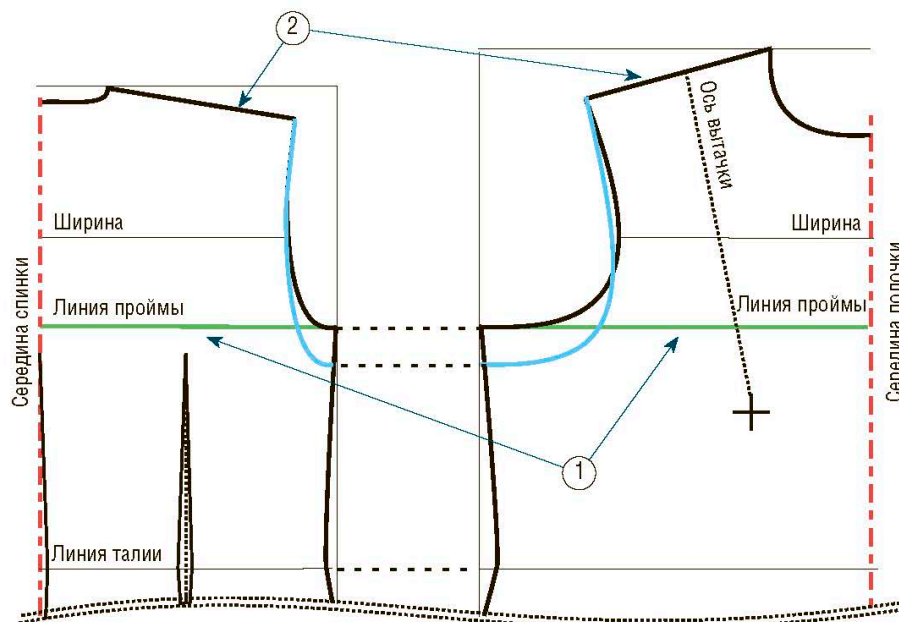

Рис. 1
① При создании выкройки на фигуру такого типа особенно важно точное соответствие всем меркам ширины. Принципы построения не меняются, то есть достаточно следовать указаниям на с. 37, обращая особое внимание на пункты 3 и 5 базовой инструкции по созданию выкройки. На приведенном ниже рис. 1 линии, отмеченные зеленым цветом, имеют первостепенное значение, потому что на базовой выкройке, построенной на основании стандартных размеров, разница по ширине между спинкой и полочкой составляет около 2 см и не зависит ни от размера, ни от методики, использованной для построения выкройки. В то же время при построении выкройки по индивидуальным меркам, особенно если речь идет о фигуре с очень большой грудью, различие по ширине между спинкой и полочкой зависит от снятых мерок.
Кратко напомним порядок работы (подробнее см. с. 12). Сначала нужно правильно наметить боковую линию, затем по отдельности измерить ширину спины и ширину передней части, расположив сантиметровую ленту строго горизонтально на груди. Запишите эти две мерки обхвата груди: 1 – общий обхват груди, 2 – ширина спины и 3 – ширина передней части (см. с. 18–19). Затем перенесите эти мерки на эскиз выкройки (зеленые линии на рис. 1), не добавляя расширение на этом этапе работы; эти же мерки нужно будет соблюдать при трансформации выкройки для создания желаемой модели.